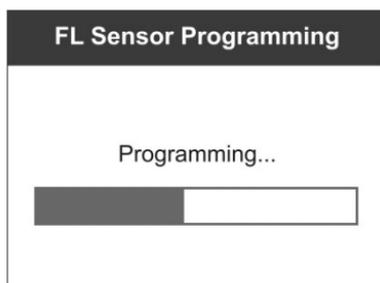
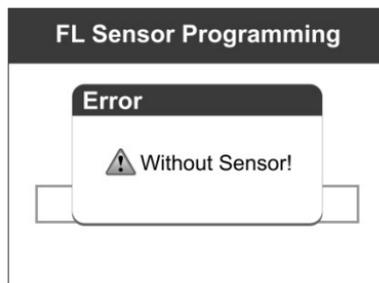

Figura 5.10
Figura 5.11
- 10) Premere il pulsante **S** per scrivere il nuovo ID sensore creato sul sensore MX, la schermata si presenta come da immagine sottostante (figura 5.10), oppure il pulsante **N** per uscire senza effettuare cambiamenti. Se viene visualizzata una finestra di errore come da immagine sottostante (figura 5.11), provare un'altra tipologia di sensore MX, poiché la tipologia inserita potrebbe non essere corretta.